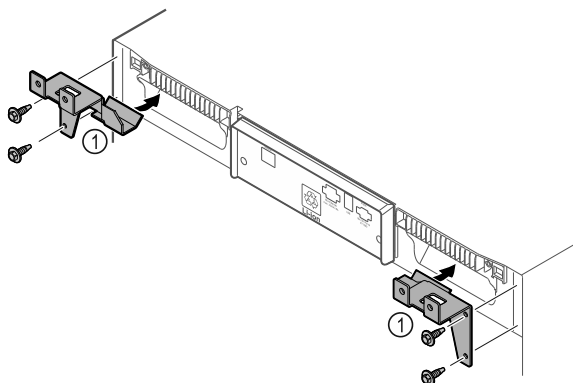

Fig. 8
- Monter les pièces de retenue Fig. 8 (1) sur l'appareil à l'aide de vis autotaraudeuses.